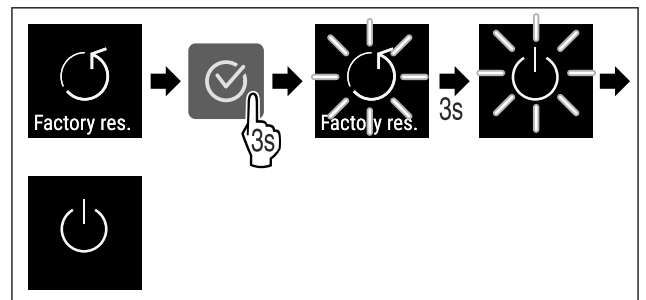

Fig. 113
- ▶ Vykonajte kroky akcie (pozri Fig. 113) .